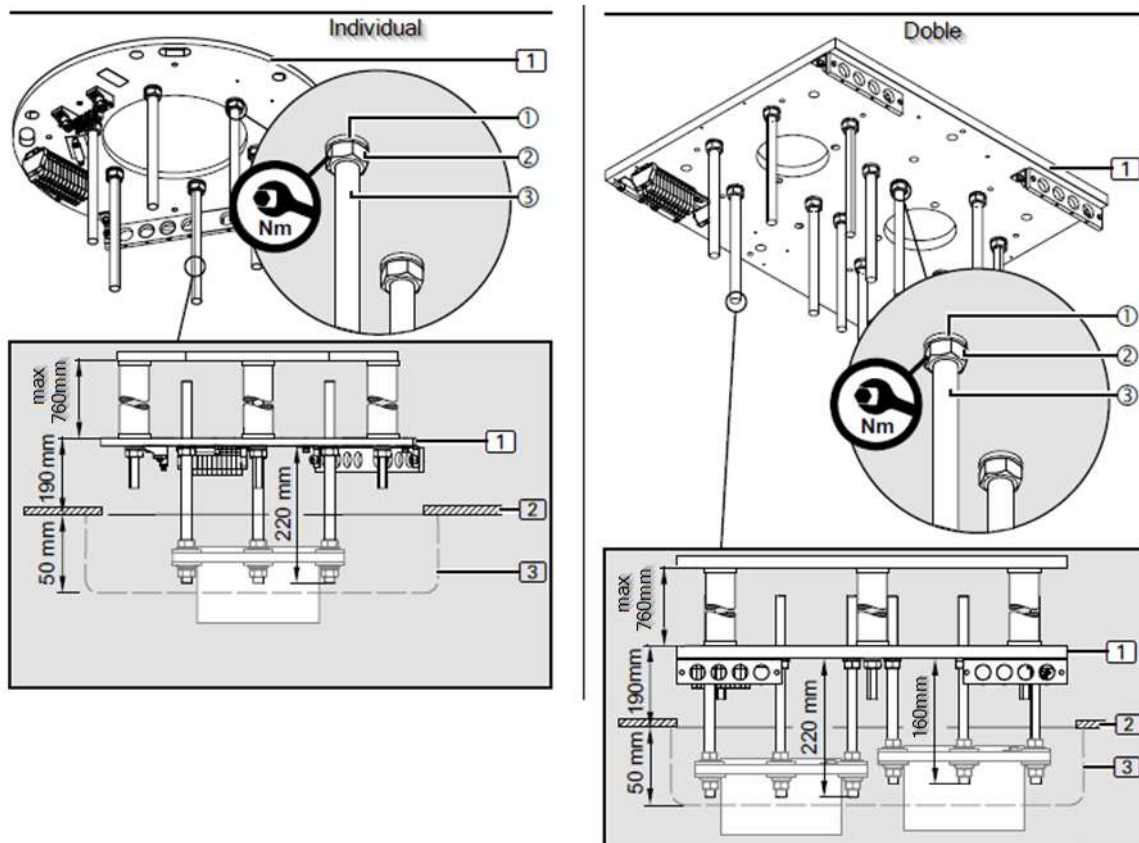

Abb. 11 Montage der Schnittstellenplatte an der Unterkonstruktion für niedrige Zwischendecken
- Stellen Sie den Abstand zwischen den Sechskantmutter M16 ② und der Schnittstellenplatte (1) auf $L = LG - 95 \text{ mm}$ (min. 110 mm / 150 mm) ein.
- Schrauben Sie die Sechskantmuttern M16 ② im berechneten Abstand L auf die Gewindebolzen M16 ①.
- Richten Sie die Sechskantmuttern M16 ② mit einer digitalen Wasserwaage horizontal aus.
- Legen Sie 1 Unterlegscheibe mit einem Außendurchmesser von 34 mm ③ ein.
- Setzen Sie 1 Kunststoff-Isolierscheibe ④ (wie in Abbildung 11 dargestellt) so ein, dass die Unterlegscheibe mit einem Außendurchmesser von 34 mm ③ auf der Kunststoff-Isolierscheibe ④ sitzt.
- Befestigen Sie die Kunststoff-Isolierscheibe ④ mit Klebeband oder Gummiband an den Gewindebolzen M16 ①.